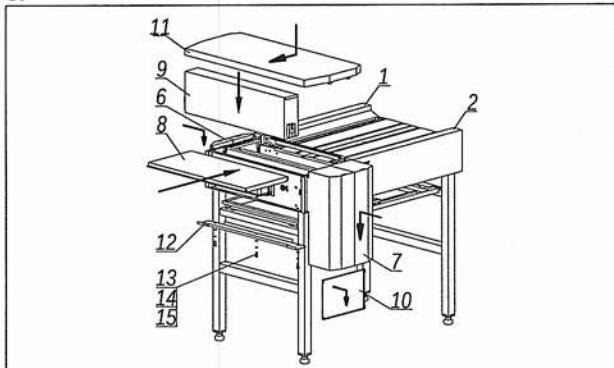

Рис.6
4. Произвести монтаж всех боковых декоративных панелей (поз.1) и (поз.2) рис.6, 7, 8.
- **Рис.6.** Кожух (поз.6), кожух привода (поз.7), подставка (поз.8), облицовка передняя (поз.9), крышка внутренняя (поз.10), столик (поз.11). Фиксировать облицовку переднюю при помощи прижима (поз.12) и крепежа M6 (болт M6x14 (поз.13), шайба Ø6 (поз.14), шайба пружинная Ø6 (поз.15)).